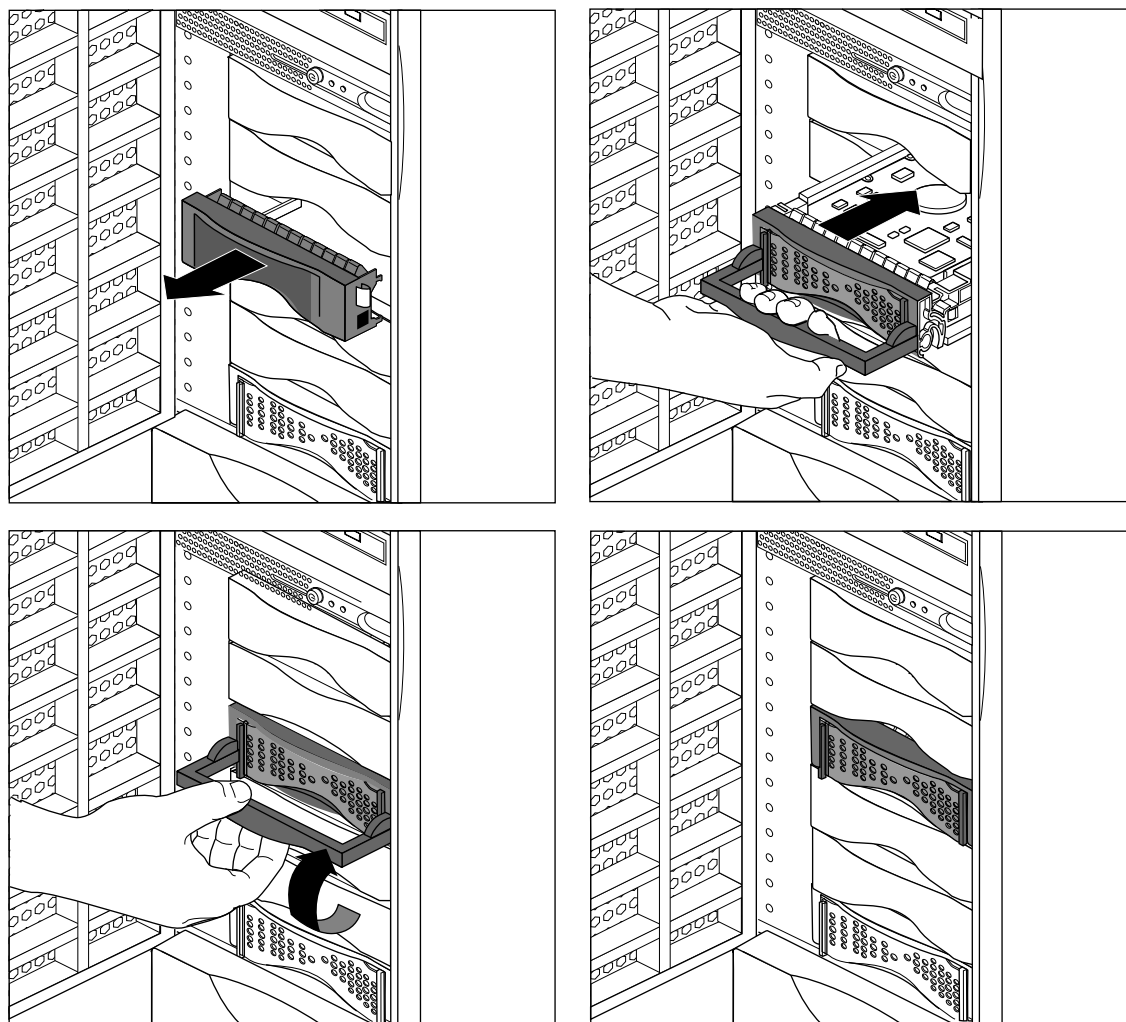

Figure 7-16 Installation d'un périphérique 3,5 pouces dans l'Origin200
- Si une plaque de protection en plastique cache l'emplacement, retirez-la comme indiqué à la Figure 7-16.
- Relevez le clapet de verrouillage pour bloquer le lecteur, comme indiqué à la Figure 7-16.